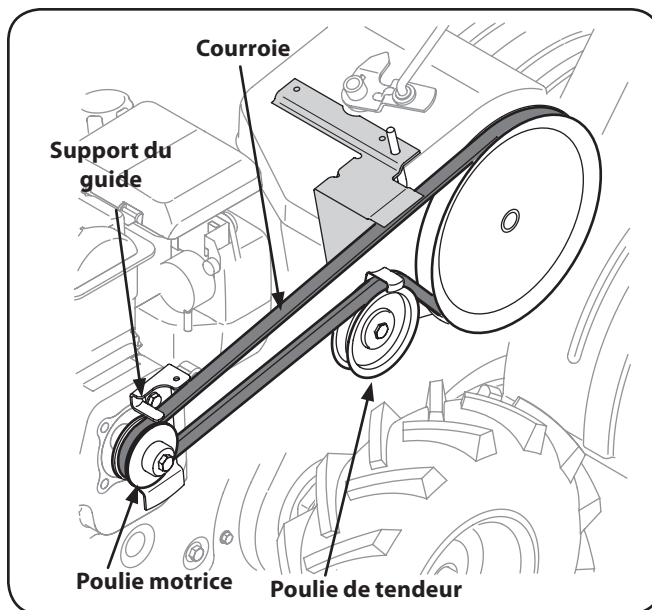

Figure 7-2
4. Démontez le support du guide qui se trouve derrière la poulie motrice en retirant les deux boulons hex. et les deux rondelles-frein. Voir la Fig. 7-2.
REMARQUE: Lors du remontage, vérifiez que la courroie passe au-dessus de la poulie du tendeur et entre les dispositifs de retenue près de la poulie du tendeur. Voir la Fig. 7-2.